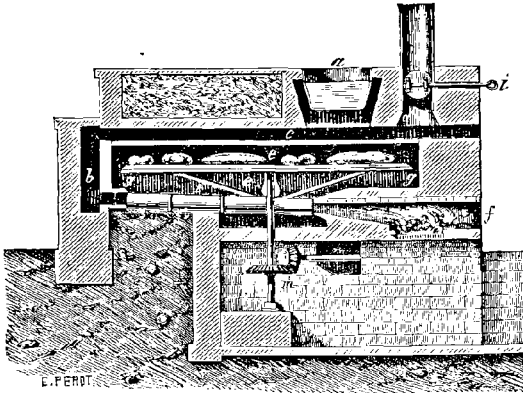

Fig. 3.
2. Le four Rolland, dont la fig. 3 donne une coupe, appartient au second système. Il est en briques et en métal. La sole gg est tournante et disposée de façon à pouvoir être élevée ou abaissée